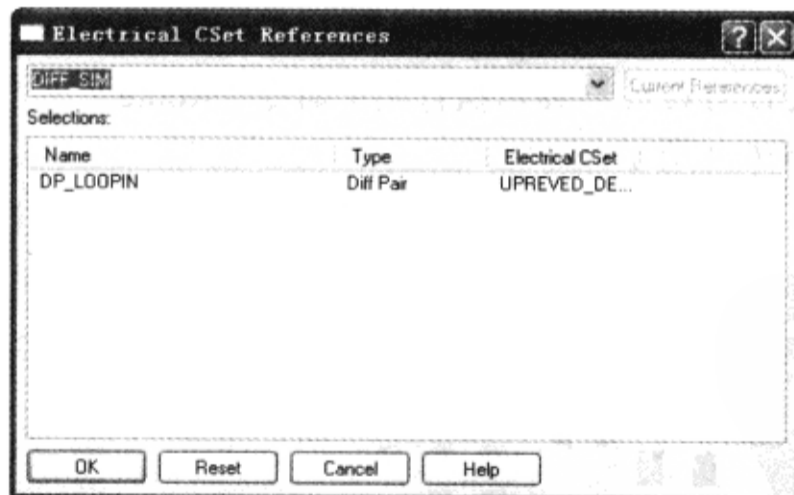

图 6-5-7 分配约束
(4) 用鼠标右键单击“DPLOOPIN”后面的“Referenced Electrical CSet”表格→在弹出的菜单中选择“Change”→弹出“Electrical CSet References”对话框→从下拉菜单选择“DIFF\_SIM”，如图6-5-7所示。